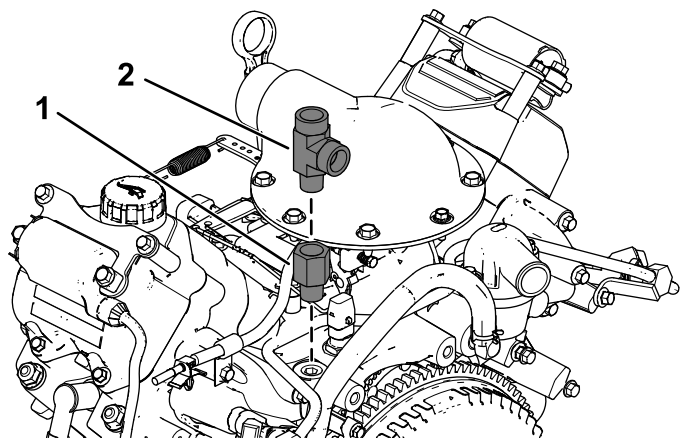

Bild 8
2. Montieren Sie den Adapter und das T-Anschlussstück (Bild 8).